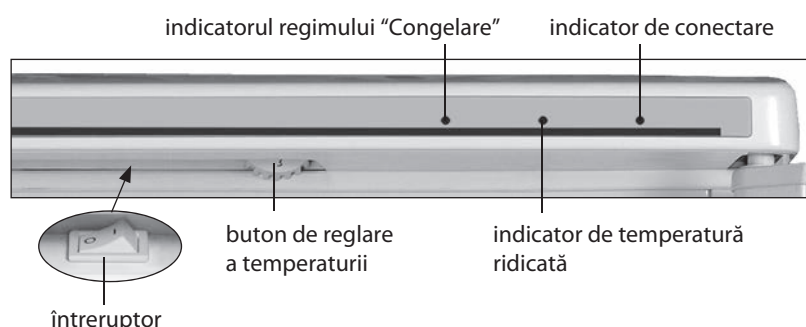

Figura 3 – Elemente de comandă a congelatorului
2.1.1 Elementele de comandă în conformitate cu figura 3 sunt:
Pentru a porni congelatorul trebuie de conectat acesta la rețeaua electrică — se va aprinde indicatorul de conectare în conformitate cu figura 3.
Conectarea regimului „Congelare” se efectuează prin apăsarea întrerupătorului spre indicele „I” – se aprinde indicatorul regimului, la apăsare spre indicele „0” regimul se deconectează și indicatorul se stinge în conformitate cu figura 3.